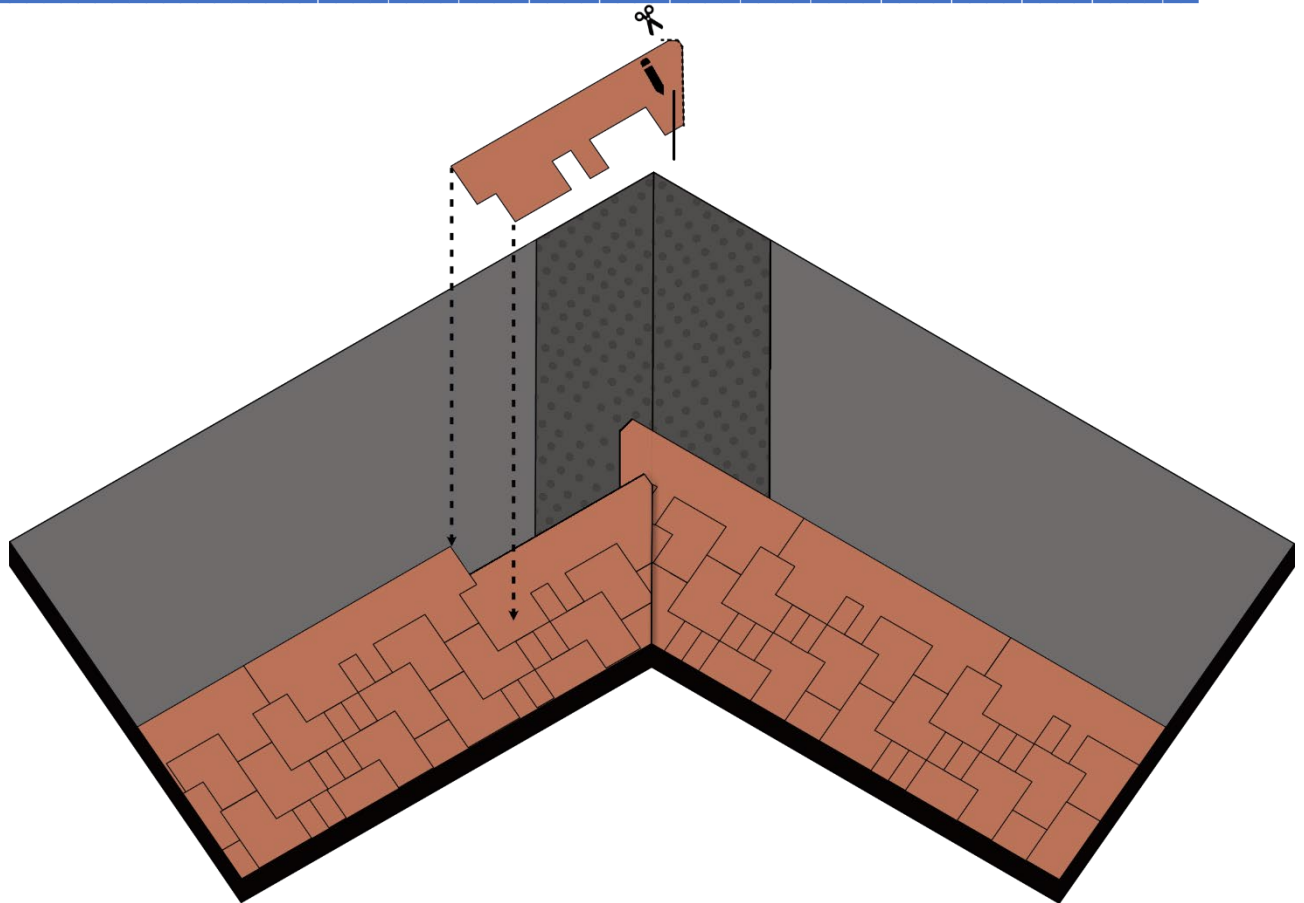

**Fig. 19** - Installazione elementi colmo a fiamma
- Applicare sul colmo una fascia di membrana bituminosa Safety EPP a fiamma - Fig. 19.
- Procedere con la posa degli altri elementi colmo in sequenza, lasciando una parte esposta di cm tra un elemento e quello successivo, vedi Fig. 19.